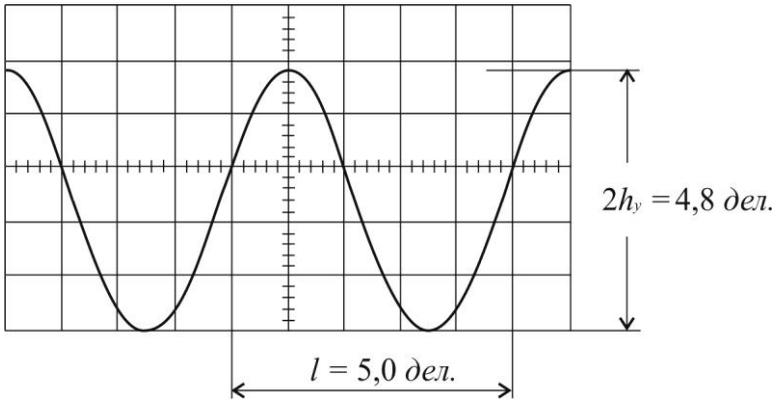

Рис. 8
4. Установите ручку « $\updownarrow$ » так, чтобы нижний уровень сигнала совпал с одной из нижних линий сетки, а верхний находился в пределах рабочей части экрана. Ручкой « $\leftrightarrow$ » сместите изображение таким образом, чтобы верхний уровень находился на центральной (градуированной) линии (рис. 8).